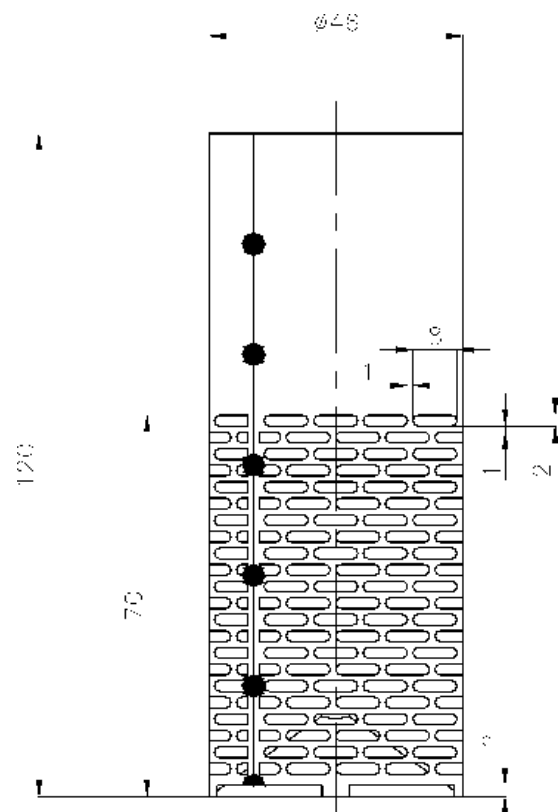

Bild 4. BAK-Q60 Diebstahlschutzsieb
- Bild.4 BAK-Q60 Diebstahlschutzsieb.